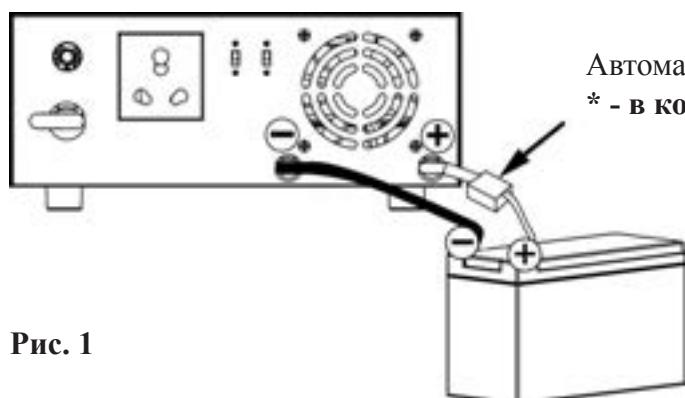

Рис. 1
Автоматический выключатель должен находиться в состоянии «выключено» (см рис. 1)*.
1) **Подключение одной аккумуляторной батареи (см. рис. 1):** При использовании одной батареи ее напряжение должно соответствовать номинальному напряжению постоянного тока данного устройства.